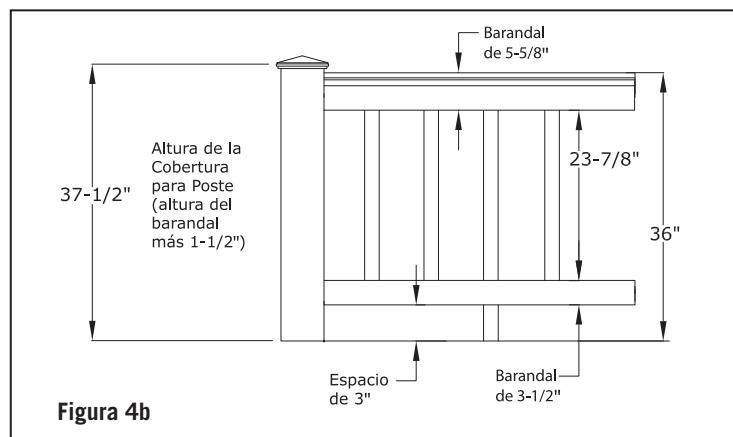

Figura 4b
Paso 11(b): La Figura 4b ilustra cómo puede medirse un barandal de 36" de altura. Comenzando con un espacio de 3" + 3-1/2" barandal inferior + 23-7/8" balaustre + 3-1/2" barandal superior + 2-1/8" barandal de tope = una altura de barandal de 36". Si desea su barandal a una altura diferente, use la Figura 4b como una herramienta de planeación para determinar la altura para cortar las coberturas de los postes y los bloques de soporte. *Nota: Use una herramienta para asegurar una longitud consistente (+/- 1/16").*
Paso 9(b): La Figura 4b ilustra cómo puede medirse un barandal de 36" de altura. Comenzando con un espacio de 3" + 3-1/2" barandal inferior + 27-5/8" balaustre + 3-1/2" barandal superior + 2-1/8" barandal de tope = una altura de barandal de 36". Si desea tener su barandal a una altura diferente, use la Figura 4b como herramienta de planeación para determinar la altura para cortar las coberturas de poste y los bloques de soporte. Nota: Use una herramienta para asegurar una longitud consistente (+/- 1/16").